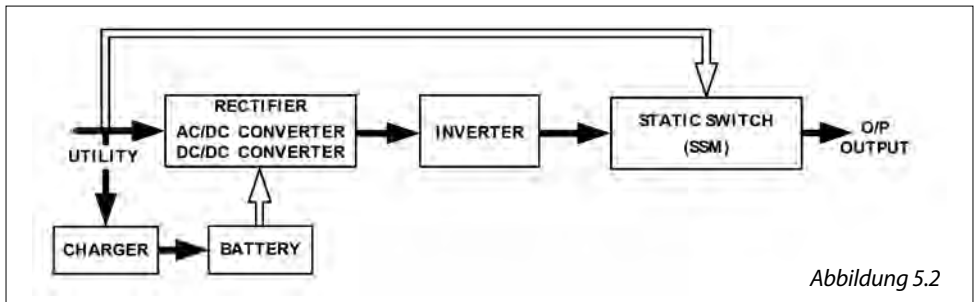

Abbildung 5.2
2. Wenn das Netz wieder störungsfrei ist, schaltet die USV auf den Modus AC/DC um, den Umrichter DC/DC aus und das Batterieladegerät auf den Modus Laden. Die USV schaltet auf den in Abbildung 5.2. dargestellten Modus zurück.
4. Die USV schaltet wieder automatisch ein, wenn die Stromversorgung durch das Netz wieder hergestellt worden ist (siehe Abbildung 5.2).